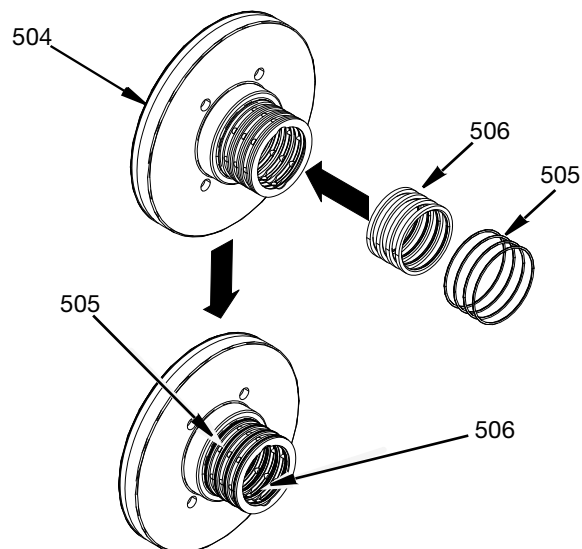

FIG. 24
6. Installez les joints toriques (505) et les joints d'air (506) sur le roulement de la bague du distributeur d'air (504). Voir FIG. 24.